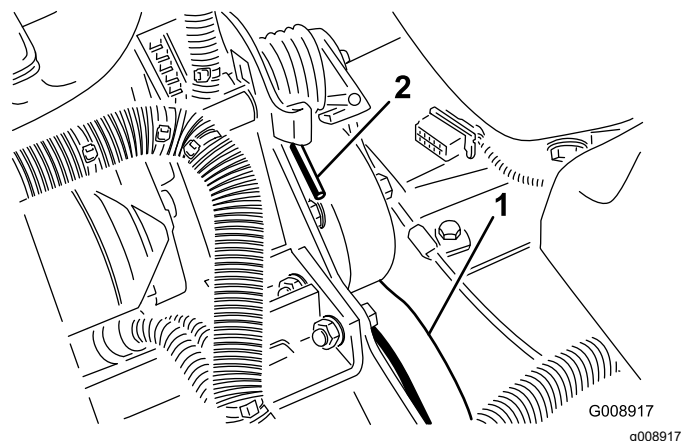

図 76
2. スプリングの端を前側に押し下げてブラケットから外し、スプリングのテンションをなくす 図 76。